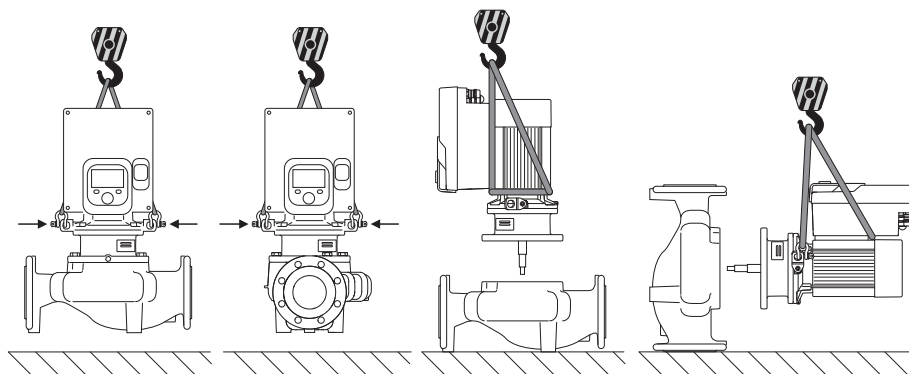

Fig. 6: Løfteretning enkeltpumpe
Pumpen skal transporteres ved hjælp af tilladt transportgrej (f.eks. sjækket, kran etc.). Transportgrejet skal fastgøres på transportringene, der sidder på motorflangen. Skub om nødvendigt løftestropper ind under adapterpladen (Fig. 6/7). Sørg for at sikre pumpen, så den ikke kan vælte.
1. Lad to transportringe (Fig. I, pos. 30) blive på motorflangen.
2. Fastgør indstikssættet (Fig. 4) som sikring med egnet løftegrej i transportringene. For at undgå at enheden vælter, skal du lægge en remsløjfe rundt om elektronikmodulets motor og adapter, som vist i Fig. 6. Sørg ved fastgørelsen for ikke at komme til at beskadige elektronikmodulet.
3. Løsn og fjern skruerne (Fig. I/II/III, pos. 29).